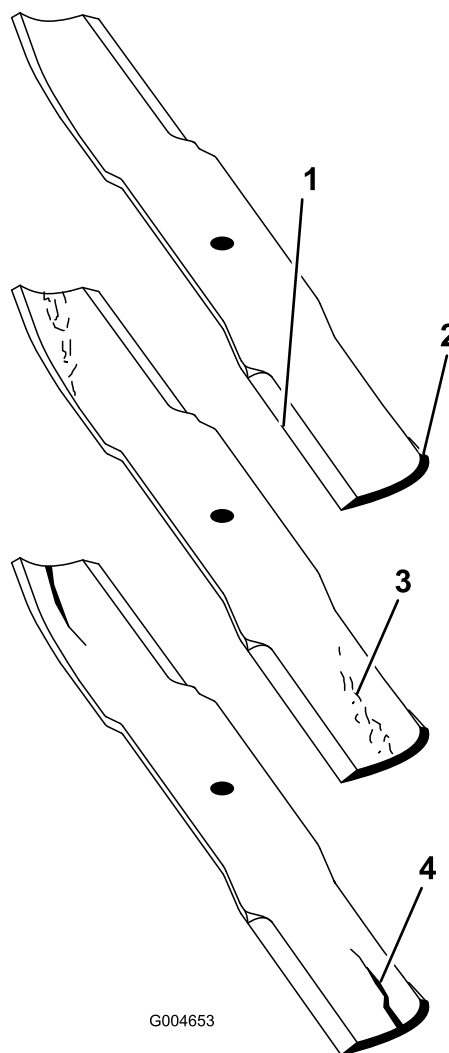

Figura 90
2. Examine cuidadosamente los extremos de corte de la cuchilla, sobre todo en el punto de reunión entre la parte plana y la parte curva de la cuchilla (Figura 90).
Nota: Puesto que la arena y cualquier material abrasivo pueden desgastar el metal que conecta las partes curva y plana de la cuchilla, compruebe la cuchilla antes de utilizar el cortacésped. Si se aprecia desgaste (Figura 90), cambie la cuchilla.